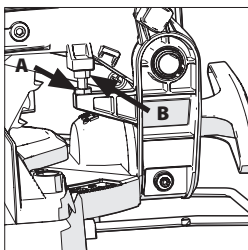

**Abb. 11**
- Verwenden Sie einen Innensechskantschlüssel, um die Einstellschraube hinein- oder hinauszudrehen und so den Winkel anzupassen. **(Abb. 11)**